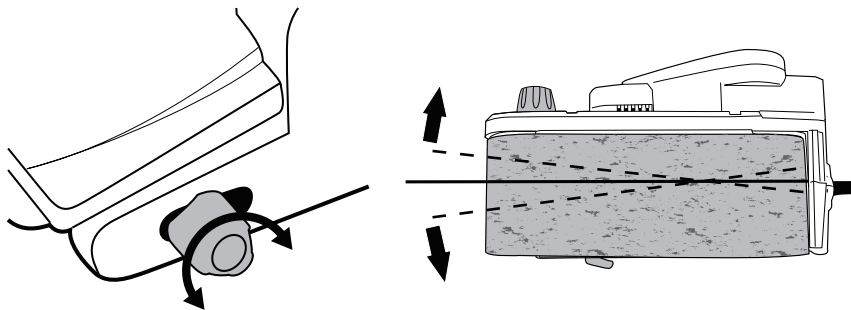

Рисунок 4. Схема регулювання положення абразивної стрічки на роliках.
5.1.4 Регулювання положення абразивної стрічки на роликах (рис. 4).